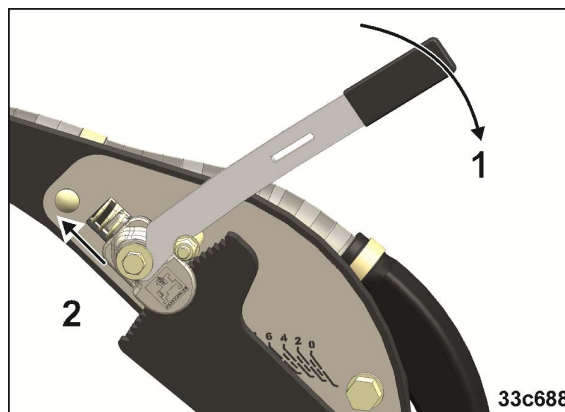

Рис. 150
3. Разблокируйте приспособление для регулировки при помощи инструмента (Рис. 150/2)